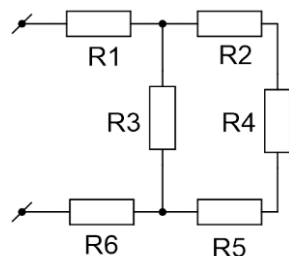

Рис. 2. Иллюстрация к задаче
3. Найдите полное сопротивление цепи (см. Рис. 2), если сопротивление резисторов $R_1 = R_2 = R_5 = R_6 = 3 \text{ Ом}$, $R_3 = 20 \text{ Ом}$, $R_4 = 24 \text{ Ом}$. Найдите силу тока, идущего через каждый резистор, если к цепи приложено напряжение 36 В.